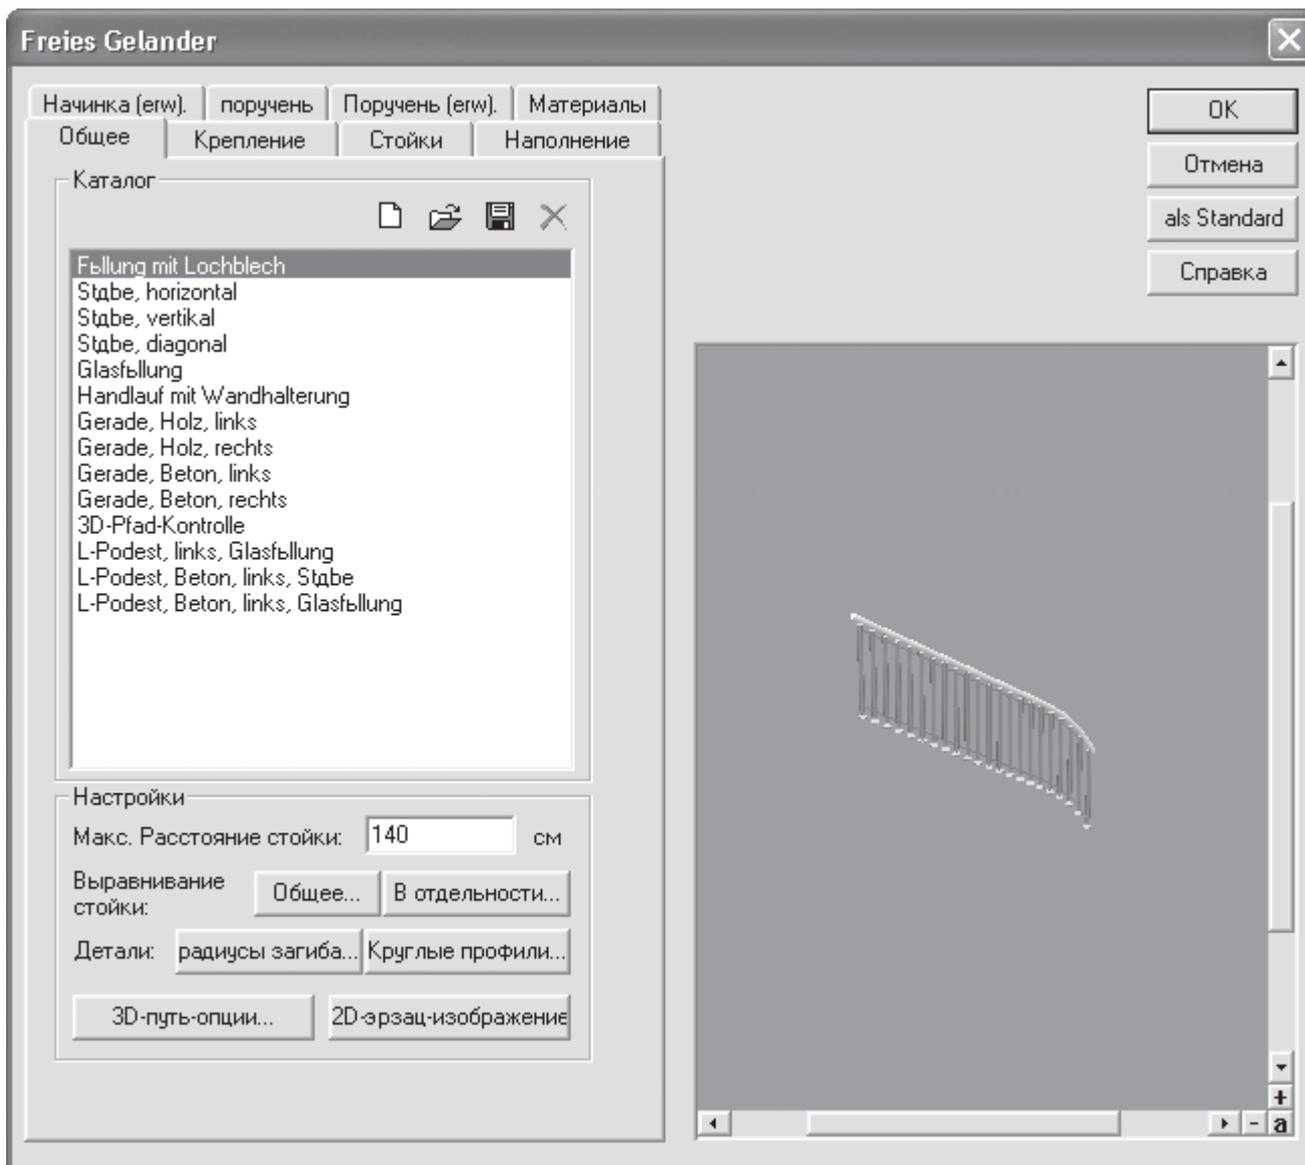
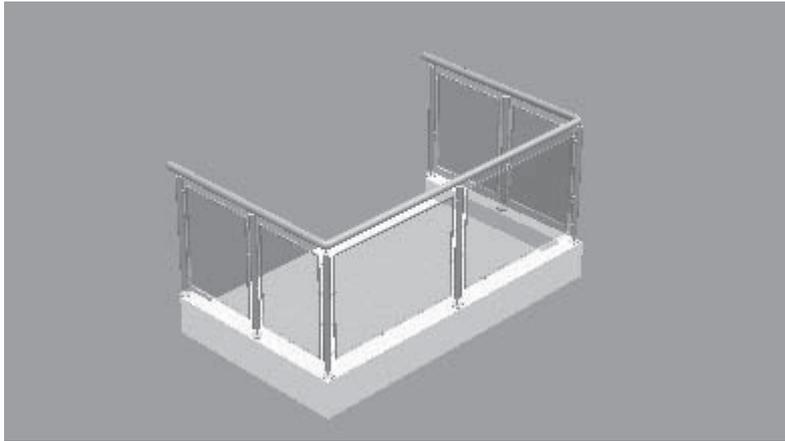

Рис. 4.6. Окно настройки параметров перил лестницы
Рис. 4.27. Балкон после редактирования
Кроме того, возле каждого из раскрывающихся списков (Слева и Справа) находятся две небольшие кнопки. Первая из них – Eigenschaften (Окно свойств) – открывает доступ к окну детальной настройки формы перил лестницы (рис. 4.6). Это окно практически ничем не отличается от окна настройки произвольных перил, создаваемых с помощью команды Установить перила. Здесь вы можете выбрать тип перил в списке Каталог, настроить внешний вид креплений, стоек, поручней и пр.
Перейдите в верхний этаж здания, активировав его в раскрывающемся списке справа на горизонтальной панели инструментов. Вызовите команду Установить перила на вертикальной панели инструментов. Укажите направляющую для перил, которая в данном случае будет обычным отрезком, пролегающим точно по левому краю лестничного проема. При фиксации крайних точек отрезка пользуйтесь привязками, чтобы точно позиционировать отрезок. Нажмите клавишу Esc, чтобы завершить указание направляющей перил. В появившемся окне (см. рис. 4.6) выберите тип перил, а также при желании отредактируйте их форму. Нажмите кнопку ОК, чтобы окончательно создать перила лестничного проема (рис. 4.13).
4. В области Габариты в поле Высота введите значение 30. После этого нажмите кнопку Свойства, размещенную в нижней части области Перила. В результате вы получите доступ к уже знакомому вам окну выбора формы и настройки параметров перил (см. рис. 4.6), в котором можете выбрать любые перила для создаваемого балкона (рис. 4.27). Предлагаю выбрать такие же перила, какие вы устанавливали на террасах второго этажа, хотя вы, конечно, можете взять для балкона любые. Все остальные параметры в окне Балкон оставьте по умолчанию.